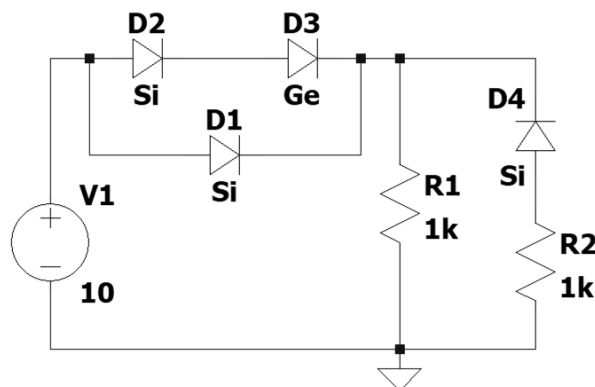

Figura 1
- 3.4.1 Determinar el voltaje y la corriente de cada elemento del circuito de la Figura 1. De ser necesario considerar:  $r'_d = 10 \Omega$  (resistencia dinámica en polarización directa) y  $r'_R = 100 M\Omega$  (resistencia dinámica en polarización inversa).